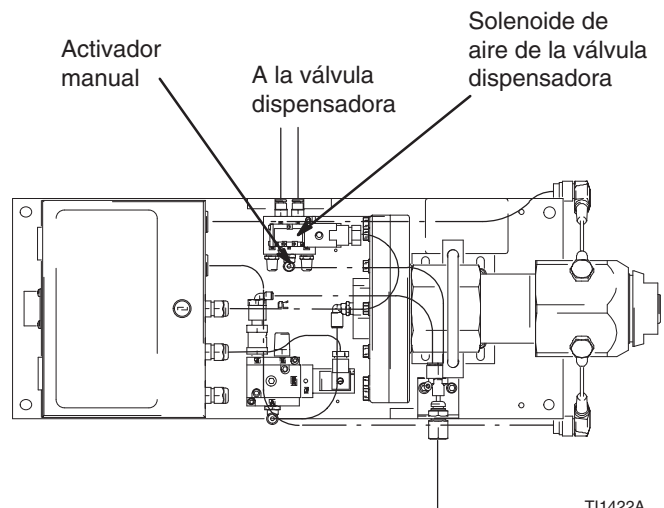

Fig. 8
6. Si el dispositivo dispensador no puede activarse desde la unidad de control, consulte la Fig. 8 y lleve a cabo las siguientes operaciones para abrirlo y liberar la presión del fluido: